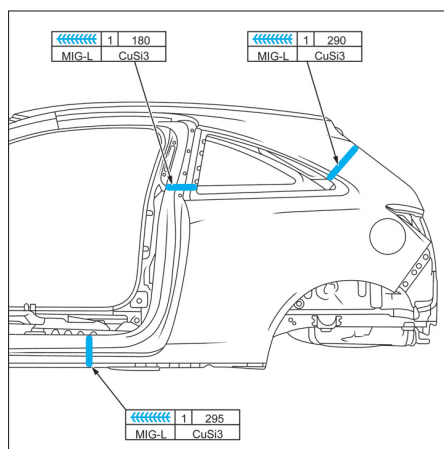
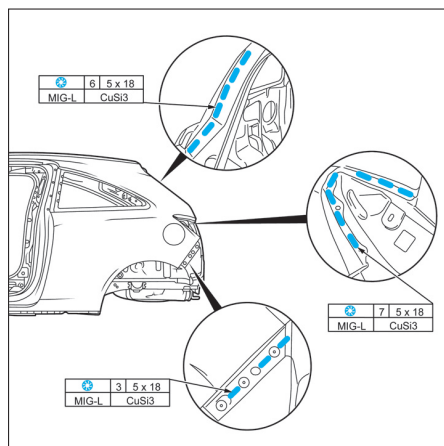
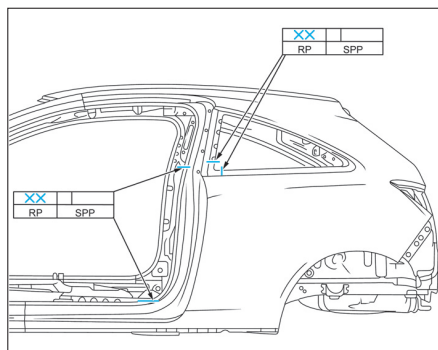
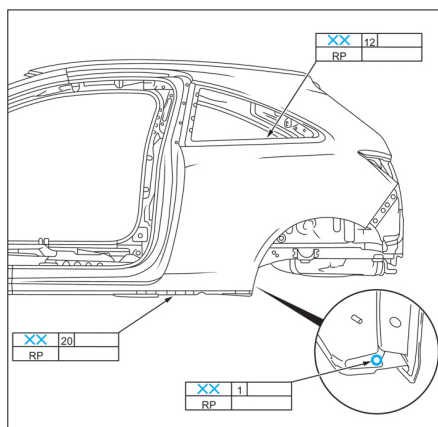

FIG. 43
FIG. 44
FIG. 45
FIG. 46
- Souder l'aile arrière (Fig.43), (Fig.44), (Fig.45) et (Fig.46).